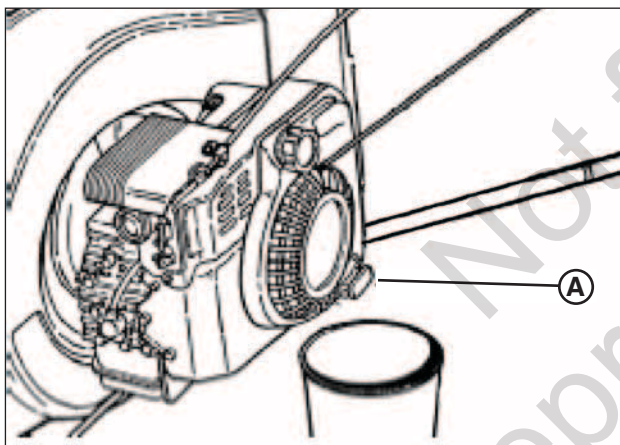

Figure 15: Vidanger l'huile du moteur
2. Retirer la jauge d'essence (**A**, **Figure 15**), puis renverser la tondeuse sur son côté. Laisser l'huile se vidanger en la faisant passer du tube du graisseur dans un récipient approprié. Éliminer l'huile usagée de façon appropriée.